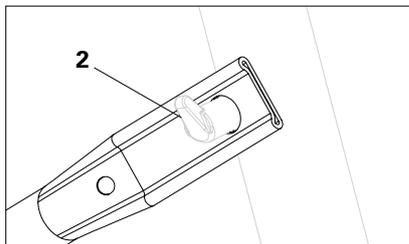
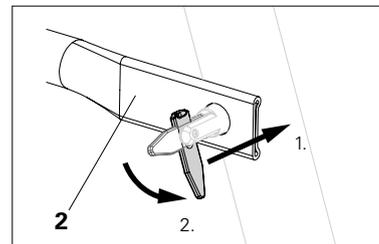

Fig. A1.03a
Fig. A1.03b
4. Suspenda el refuerzo diagonal PD 5 (2) en la parte superior de las levas (Fig. A1.03a) e insértelo debajo sobre el pestillo pivotante. Incline el pestillo pivotante hacia abajo (Fig. A1.03b). Asegúrese de que el marco está asegurado contra vuelcos. (Fig. A1.03)